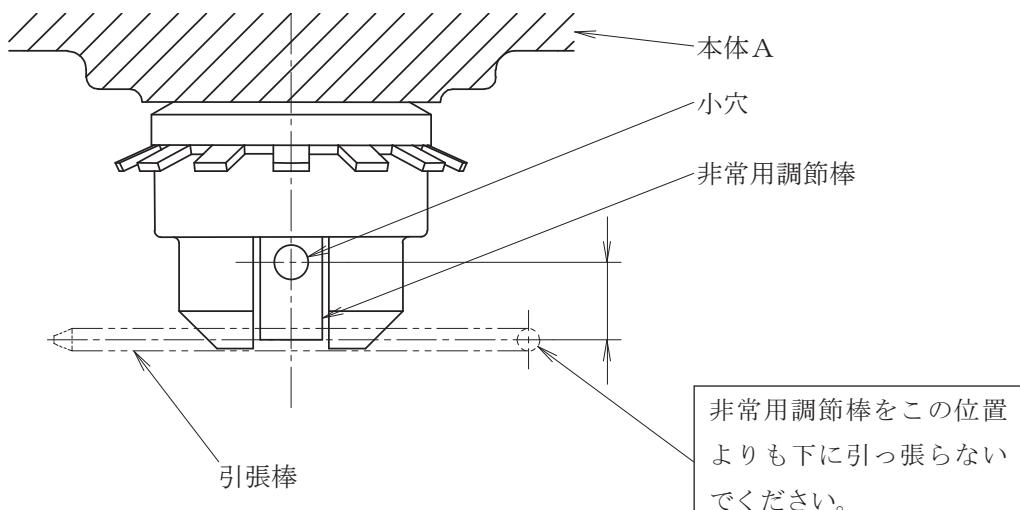

図5 非常用調節棒
(1) 本体Aの下に非常用調節棒があります。正常の作動の場合には非常用調節棒を使用する必要はありません。この調節棒は、非常の場合、例えばセンサが破損したために流体温度が異常に上昇したような場合のみ使用します。
- (2) エレメントが正常に作動しているかどうかは非常用調節棒の下端の動きを見ると分かります。
- (3) 非常用調節棒を引っ張ったり回転し易いよう引張棒が付属しています。通常は引張棒を非常用調節棒に差し込みます、ぶら下げておいてください。調節すべき流体の温度が異常に上昇したとき、非常用調節棒の小穴に引張棒を差し込んで下に引張り、90度右に回転して固定します(図5参照)。